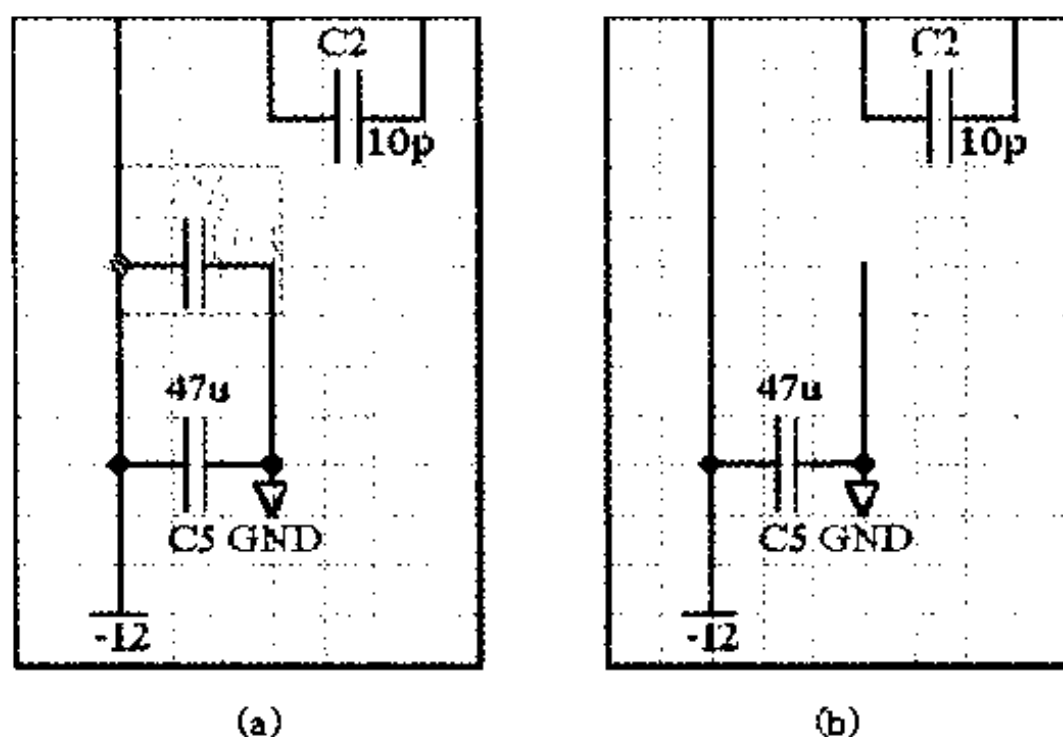

图 3-38 剪切对象后的效果
- (1) 在图纸中选中要进行拷贝的对象, 在对象周围显示出黄色方框, 如图 3-38(a) 所示。
- (2) 选择 Edit > Copy, 此时鼠标箭头变为十字光标, 移动十字光标到被选中的对象的基准点单击, 完成拷贝操作, 此时图纸中的对象没有任何变化。
- (1) 首先在图纸中选中要进行剪切的对象, 在它的周围显示出黄色方框, 如图 3-38(a) 所示。
- (2) 在图中被选中的除了一个电容元件以外, 还有一个节点。选择 Edit > Cut, 鼠标箭头变为十字光标。
- (3) 移动十字光标到选中对象的基准点, 即用来确定对象位置的参考点处单击, 完成剪切操作, 此时被剪切的对象将从图纸中消失, 如图 3-38(b) 所示。